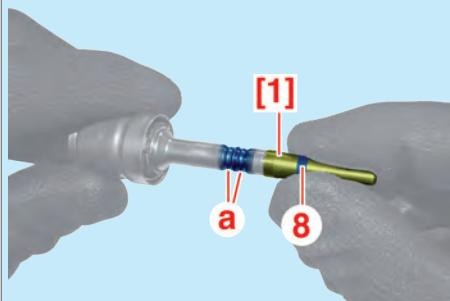

Fig.5
- Reposer les joints de combustion (8) sur le nez de l'injecteur dans les rainures (a) avec l'outil [1] (Fig.5).